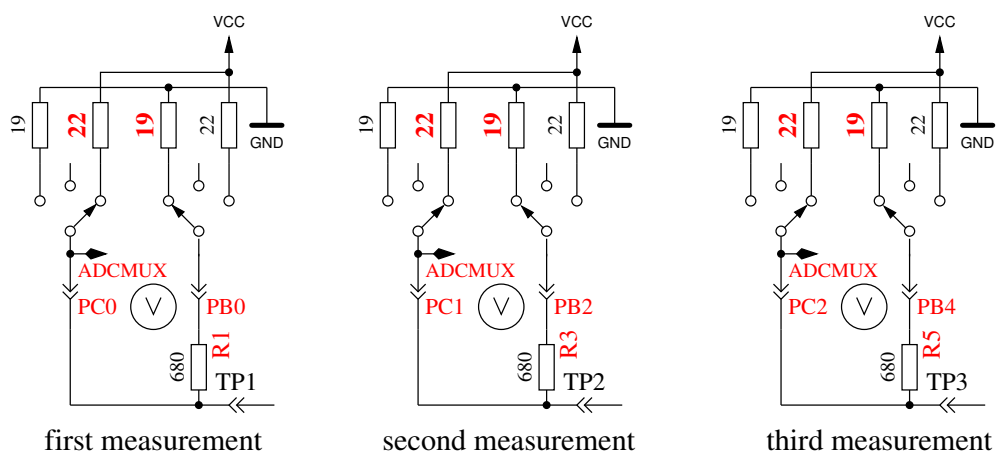

Рис. 5.61. Измерение внутреннего сопротивления порта подключением выходных контактов к VCC
8. **Измерение внутреннего сопротивления порта подключением выходных контактов к GND.** Этот и следующие тесты будут проведены, если выбрана опция AUTO_CAL. Внутреннее сопротивление порта C с выходами, подключенными к GND, измеряется по току через подключенные к VCC (+5 V) резисторы $680\ \Omega$, смотри рисунок 5.61. Могут быть измерены только три вывода порта АЦП. Внутреннее сопротивление портов В (PB0, PB2 и PB4) не может быть измерено без изменения аппаратных средств. Будем считать, что внутреннее сопротивление порта для различных портов практически одинаково. Величина сопротивления будет определена в следующем тесте.